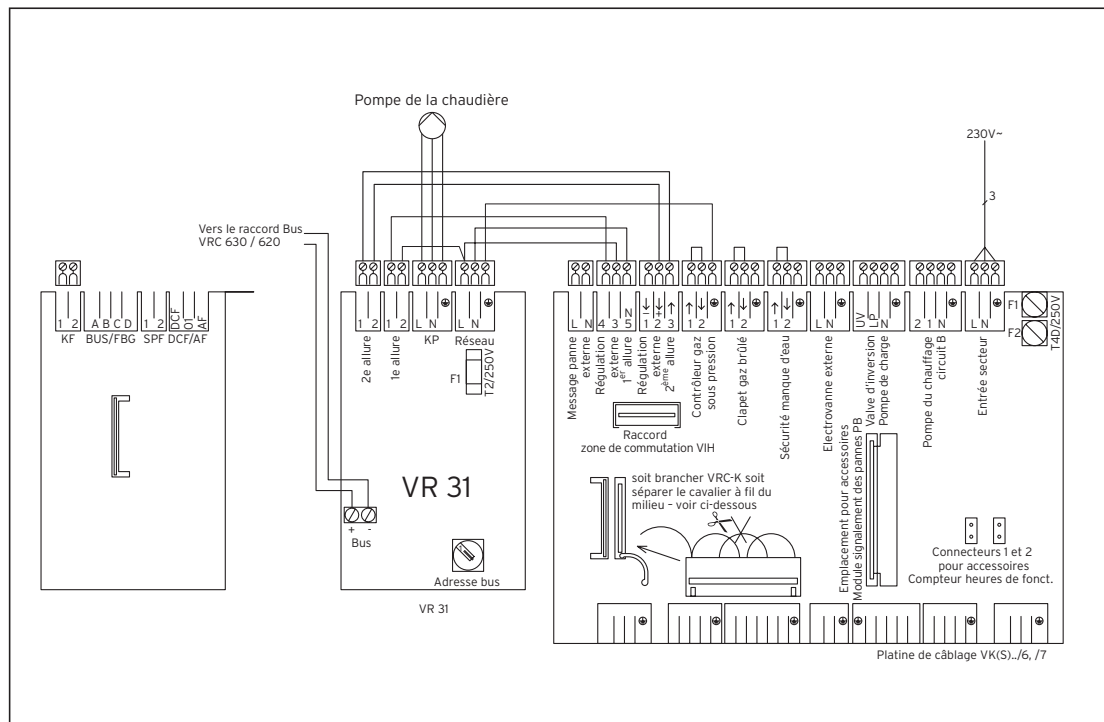

Fig. 4.2 Câblage
- Raccordez le coupleur de Bus en fonction du plan des connexions (fig. 4.2) sur l'appareil de chauffage.